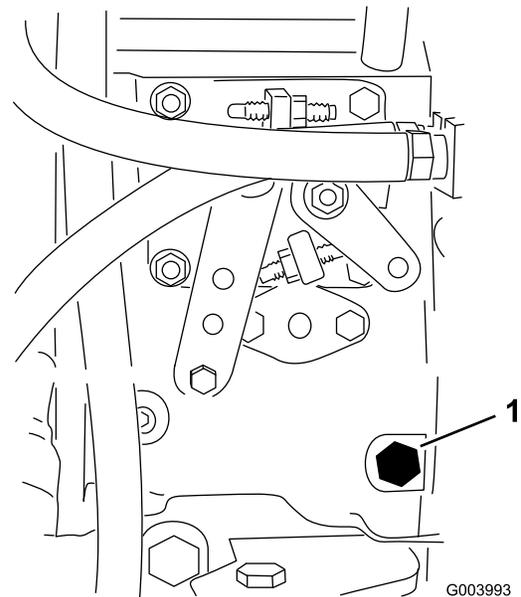

图34
3. 用 12mm 扳手打开燃油喷射泵 图34 上的排气螺丝。